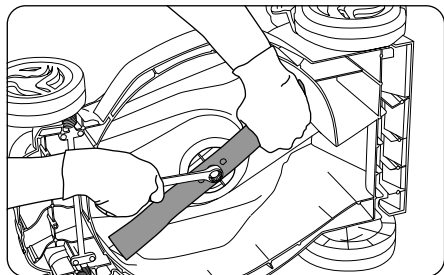

рис. 16
- Удерживая нож, с помощью гаечного ключа отсоедините болт крепления (рис. 16) ножа и снимите шайбу.